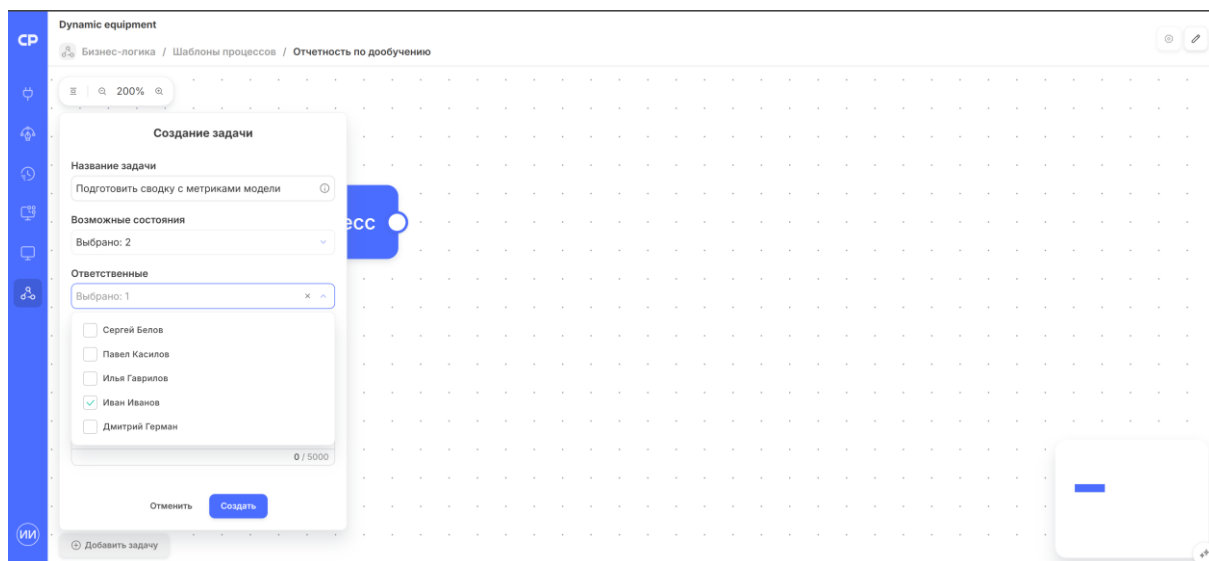

Рисунок 215. Добавление задачи в шаблон
- для добавления задачи нажмите кнопку «Добавить задачи» и заполните свойства задачи в открывшемся сайдбаре: название, описание, возможные состояния (выходные порты) и ответственных (Рисунок 215);